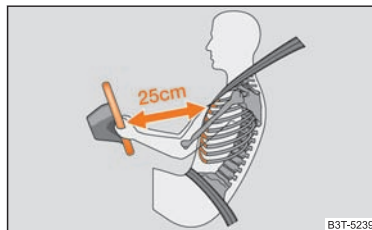

Fig. 159 Distanța sigură față de volan
- Atât pentru șofer cât și pentru pasagerul față este important să păstreze o distanță de cca. 25 cm față de volan, respectiv de tabloul de bord ⇒ fig. 159. Dacă nu se respectă această distanță, sistemul airbag nu își poate exercita eficiența maximă - Pericol! Pe lângă acestea, scaunele din față și tetierele trebuie să fie întotdeauna reglate în funcție de mărimea corpului.